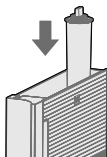

Fig. 2
5. Pressione firmemente o filtro de água para baixo na conexão do reservatório de água (Fig. 2).